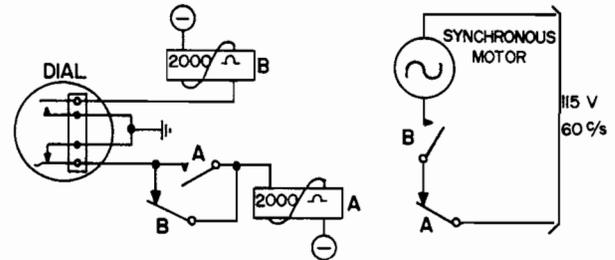

Fig. 2-2 SIMPLE DIAL SPEED TESTER
2.6 SIMPLE DIAL SPEED TESTER (see Fig. 2-2)